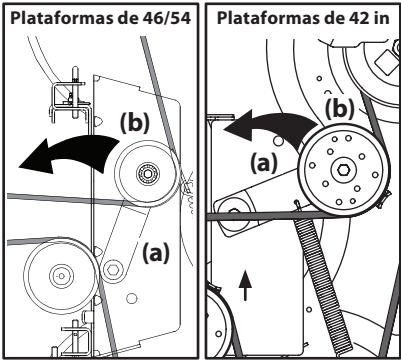

Figura 4-13
- Desde la parte media del tractor, haga girar el soporte de polea loca (a) y la polea loca móvil (b) hacia atrás, separándola de la parte posterior de la correa en "V" a una distancia suficiente que permita levantar la correa, por encima de la polea loca (b). Consulte la Figura 4-13.